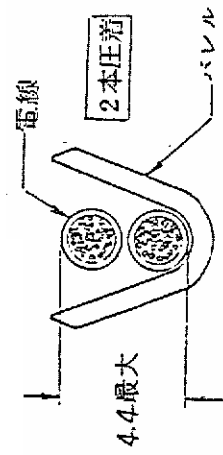

Fig. 6
1. 2本圧着の場合は、電線をFig 6のように重ねて圧着する。この場合絶縁被覆外径の規制はFig 6の通りである。但し、2本の絶縁被覆外径が違えば外径の小さい電線を下にする。